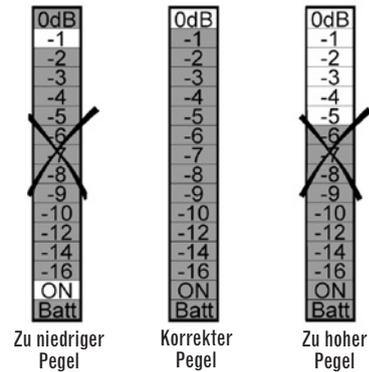

Abbildung 5. Subwoofer so einstellen, dass der Spitzenwert 0 dB nicht überschritten wird
Drücken Sie Play ▶. Achten Sie genau auf das RSLM, während Titel 3 abgespielt wird: Sollte die Anzeige Spitzenwerte oberhalb 0 dB anzeigen (die Überlastanzeige leuchtet nicht mehr), müssen Sie den Pegelregler ④ ein wenig zurückdrehen, bis bei Spitzenwerten diese nur noch maximal 0 dB betragen (siehe Abb. 5).